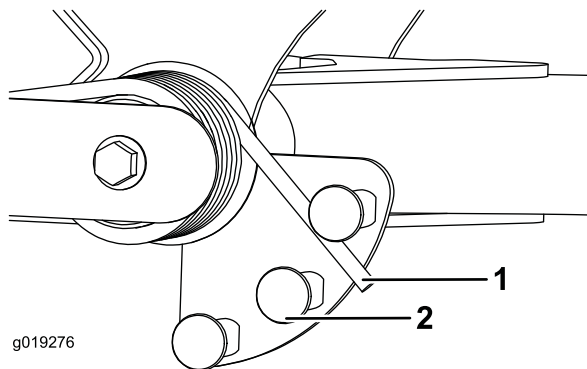

Figura 40
- Coloque un tubo u otro objeto similar sobre el extremo largo del muelle y gírelo alrededor del actuador del muelle a la posición deseada (Figura 40).